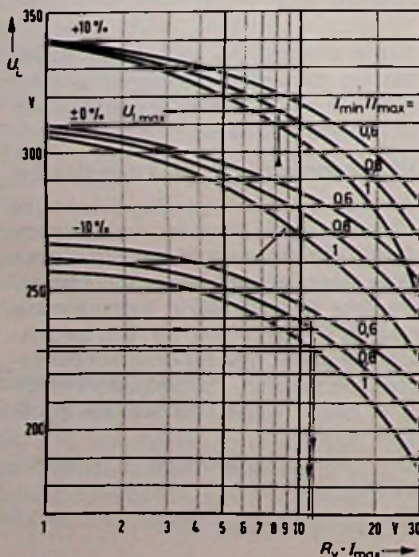
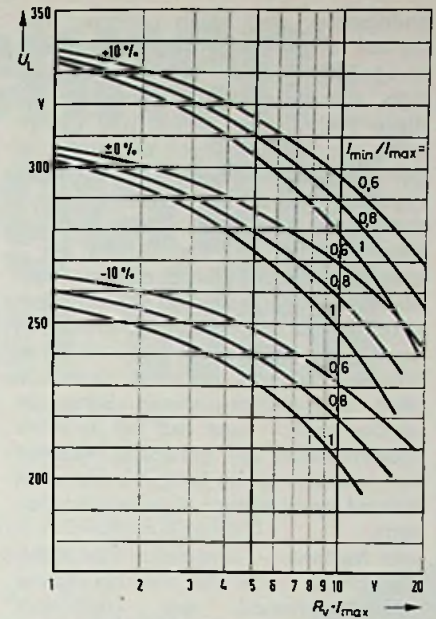

Bild 4. Ladespannung als Funktion von  $R_v \cdot I_{max}$  für Graetzgleichrichtung
Bild 5. Ladespannung als Funktion von  $R_v \cdot I_{max}$  für Einweggleichrichtung
Zur Ermittlung des Schutzwiderstandes dienen die Diagramme in Bild 4 für Graetz- und in Bild 5 für Einweggleichrichtung. Diese Diagramme zeigen die in Schaltungen gemessene Abhängigkeit der Ladespannung von dem auf den maximalen rechnerischen Laststrom bezogenen Vorwiderstand. Die unteren Kurven geben die im brummbedingten Minimum und die oberen Kurven die im brummbedingten Maximum vorhandene Ladespannung bei 10 % Netzunter- und 10 % Netzüberspannung an. Die mittleren Kurven entsprechen der Ladegleichspannung bei Nennspannung. Außerdem beziehen sich die unteren Kurven auf einen Ladecondensator mit einer Kapazitätsabweichung von -50 %, die mittleren Kurven auf den nach Gl. (1) oder Gl. (2) berechneten Kapazitätswert und die oberen Kurven auf eine Kapazitätsabweichung von +100 %. Damit sind alle toleranzbedingten Einflüsse enthalten. Streng genommen müßten auch noch die alterungsbedingten Änderungen berücksichtigt werden. Darauf wurde jedoch verzichtet, um nicht die Anforderungen an den Längstransistor im Netzteil unnötig zu verschärfen. Schließlich kommt es selten vor, daß ein neuer Ladecondensator gerade die untere Toleranzgrenze aufweist. Aber in diesem Falle wird lediglich die Zeit verkürzt, nach der die vorgegebenen Regelgrenzen unterschritten werden. Bevor man den Widerstand  $R_v$  berechnet, ist die bei Netzunterspannung minimal benötigte Ladespannung  $U_{Lmin}$  bzw.  $U_{LminK}$  (für formatkorrigierte Ausgangsspannung) zu ermitteln. Diese erhält man durch Addition von Ausgangsspannung, der minimalen Restspannung am Längstransistor und des Spannungsabfalls am „Kontrollwiderstand“. Es ist im voraus nicht zu erkennen, von welcher der beiden Ausgangsspannungen  $U_o$  oder  $U_{OK}$  man auszugehen hat, deshalb muß man beide Spannungen berechnen. Unter Berücksichtigung der Toleranz des Vorwiderstandes  $R_v$  und des geringen ohmschen Netzwidestandes, kann dann aus den Diagrammen der Vorwiderstand und die zum Berechnen des Shunts erforderliche maximale Ladespannung  $U_{Lmax}$  ermittelt werden.
Aus der Kurve in Bild 4 für Graetzgleichrichtung ergibt sich der kleinere Wert  $R_v \cdot I_{max}$  für  $U_{Lmin}$  bei  $I_{min}/I_{max} = 217/275 mA \approx 0,8$  zu  $11 \Omega A$ , was einem Widerstandswert von  $11/I_{max} = 11/0,275 = 40 \Omega$  entspricht. Abzüglich einem Widerstand in der Netzleitung von  $1 \Omega$  und bei Berücksichtigung einer Toleranz von  $\pm 10\%$  ergibt sich daraus  $R_v \approx 0,9 (40 \Omega - 1 \Omega) \approx 35,1 \Omega$
Aus den mittleren Kurven in Bild 4 läßt sich  $U_{Lmittel}$  (Pfeil) für  $I_{min}/I_{max} = 1$  zu etwa 270 V ablesen. Damit ist
Ladespannung etwa 250 V (nach Bild 4); „kontrollierte Zwischenspannung“ 30 V; Schutzwiderstand in der Zeilenendstufe 100  $\Omega$ ; Kontrollwiderstand etwa 15  $\Omega$ ;